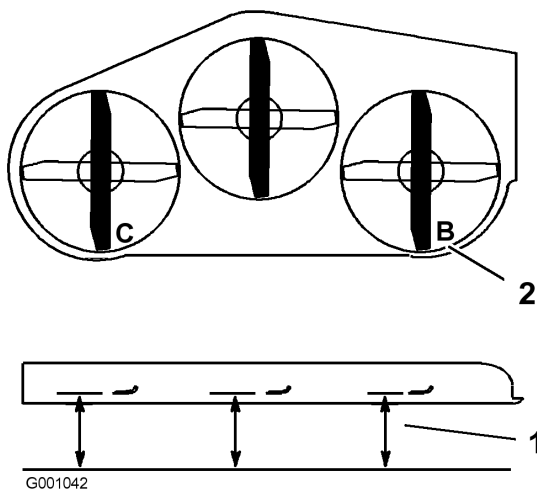

Figura 70
1. Coloque la cuchilla derecha en posición longitudinal (Figura 70).
2. Mida la cuchilla derecha en la posición **B** desde una superficie nivelada hasta el filo de corte del extremo de la cuchilla (Figura 70).
4. Coloque la cuchilla izquierda en posición longitudinal (Figura 70).
5. Mida la cuchilla izquierda en la posición **C** (Figura 70) desde una superficie nivelada hasta el filo de corte del extremo de la cuchilla.